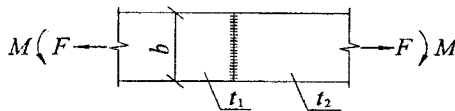

Рисунок 6.1 – Розрахункова схема стикового зварного з'єднання
1. Накреслити схему, яка наведена на рис. 6.1, і виконати обчислення згідно з прикладом, наведеним нижче.